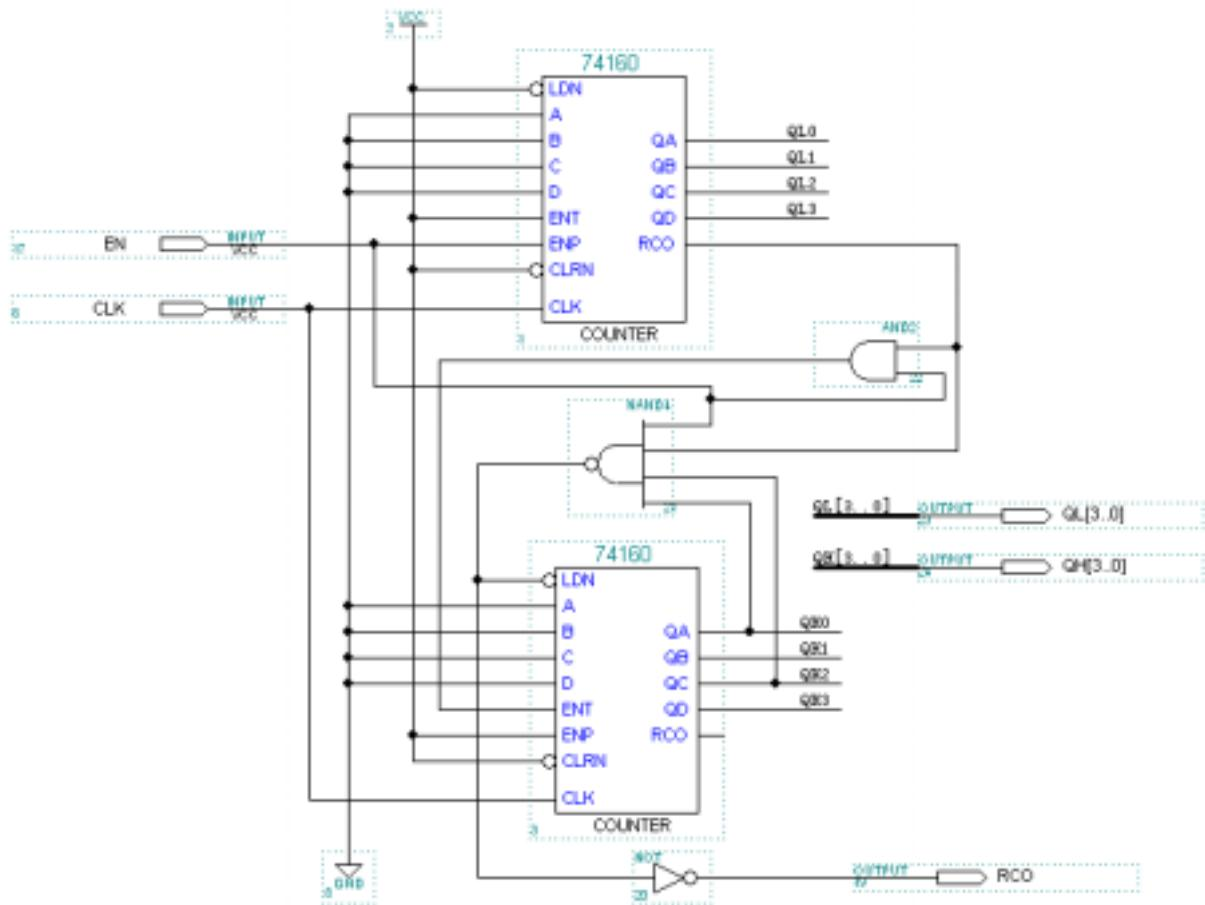

图 3.21 修改后的模 60 计数器原理图
- 2、添加两个输出 (output) 元件，分别命名为 QL[3..0] 和 QH[3..0]，其中 QL[3..0] 代表 QL3、QL2、QL1、QL0 四线的组合。然后从 Output 元件分别引出一根连线，但连线并不和任何其它元件相连。右键单击该连线，在弹出的右键菜单的 Line Style 中选择粗线，粗线表示该线是总线。和单线一样也可以对总线进行命名，名字相同的总线在电气上是相通的，在本例中如果要对该总线命名，名字必须和所连的 Output 元件名字相同。对另一根连线作同样处理。修改完的设计文件如图 3.21 所示。